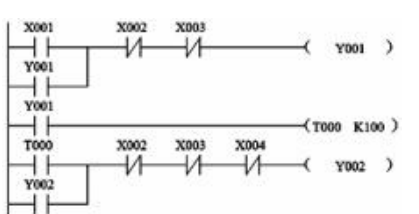

图 3 解决电动机乙过载保护问题
④要求中规定若电动机乙过载,则电动机乙停机而电动机甲不停机,故 X004 只应串接在 Y002 的控制电路中,如图 3 所示。
外观背面(见图3):